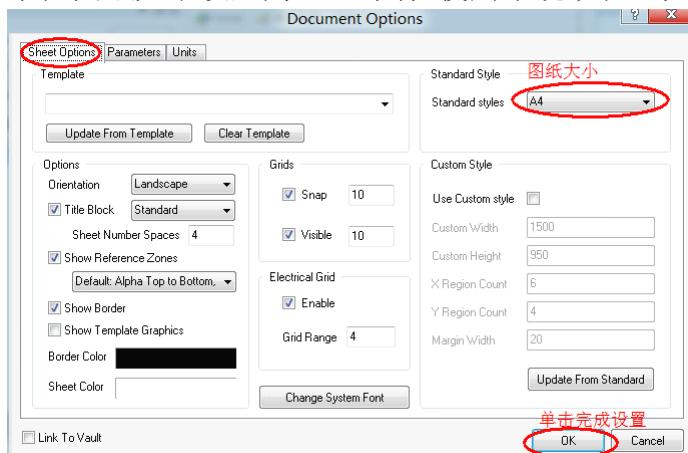

图 6-6.13 设置图纸参数
**Step1:** 执行菜单命令【Design】/【Document Opinion...】，在打开的对话框中把图纸大小设置为 A4，其他使用系统默认。如图 6-6.13 所示。